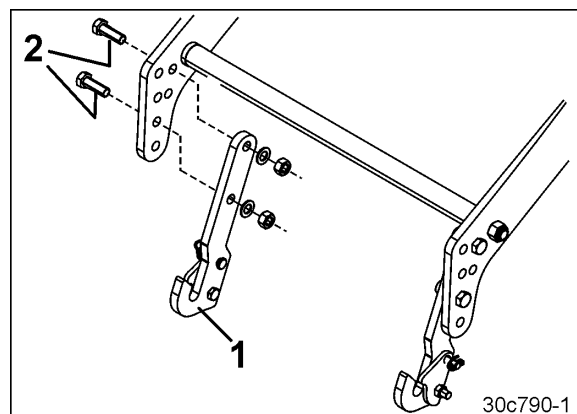

Fig. 102
1. Fest hver fangkrok (Fig. 102/1) med to skruer (Fig. 102/2) på løfterammen.